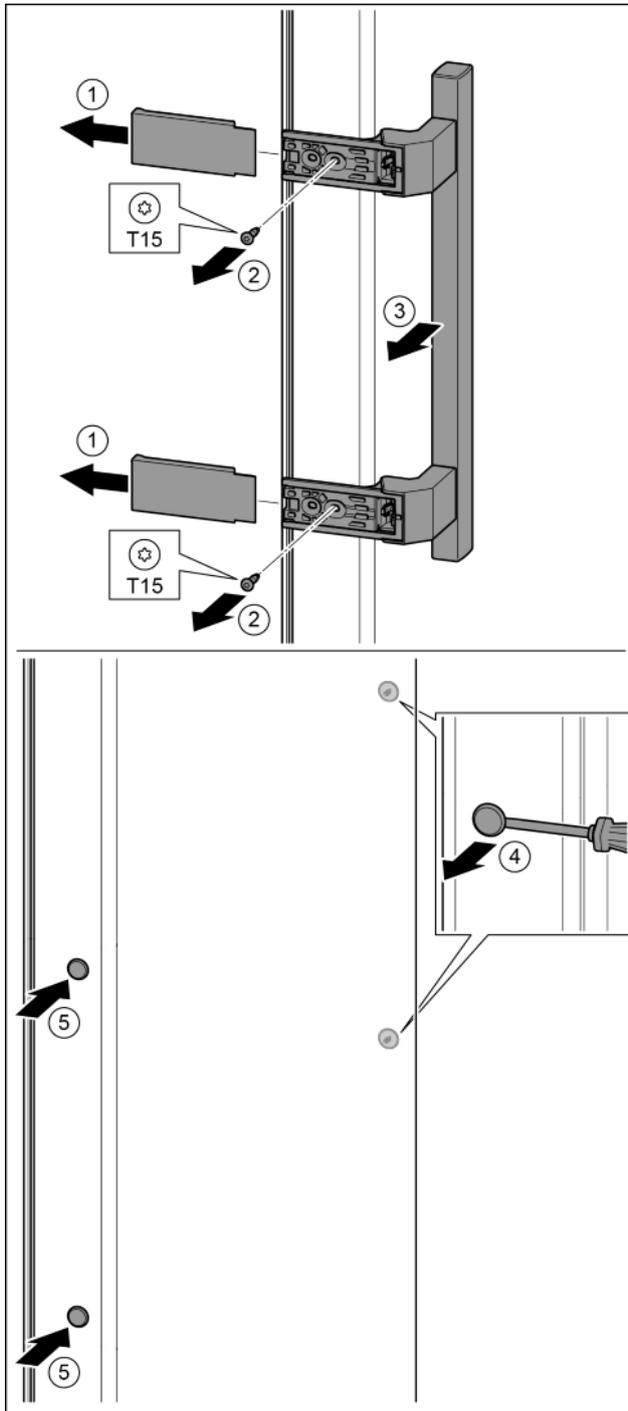

Fig. 19
- ▶ togliere la copertura. Fig. 19 (1)
- ▶ Con il cacciavite T15 svitare le viti. Fig. 19 (2)
- ▶ Togliere la maniglia. Fig. 19 (3)
- ▶ Con un cacciavite sollevare con attenzione i tappi laterali ed estrarli. Fig. 19 (4)
- ▶ Inserire nuovamente i tappi sull'altro lato. Fig. 19 (5)